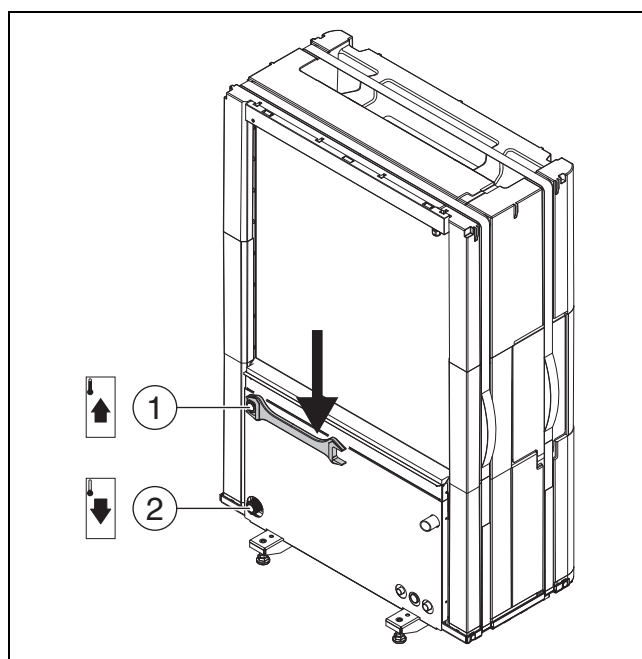

Fig. 12 Raccordements des tuyaux de fluide caloporteur, valable pour toutes les tailles
- Raccorder le départ de l'unité intérieure à la sortie de fluide caloporteur de la pompe à chaleur (→ [1], fig. 12).
- Raccorder le retour de l'unité intérieure à l'entrée de fluide caloporteur de la pompe à chaleur (→ [2], fig. 12).
- Serrer les raccords des tuyaux de fluide caloporteur avec un couple de serrage de 120 Nm. Orienter la force vers le bas (→ fig. 12) pour éviter la charge latérale du condensateur. Si le raccordement n'est pas parfaitement étanche, la connexion peut être resserrée avec un couple de serrage allant jusqu'à 150 Nm. Si l'étanchéité du raccordement n'est toujours pas garantie, c'est que le joint ou le tube adjacent est endommagé.